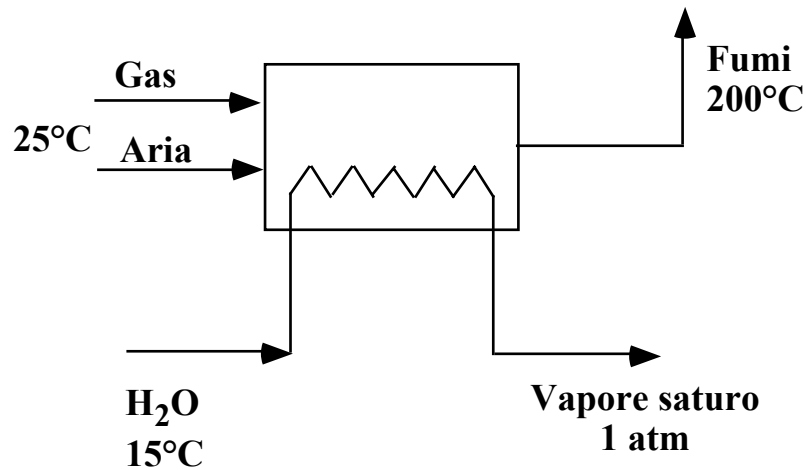

FIG. 3
10. Lo schema di Fig. 3 rappresenta una caldaia a vapore in cui il combustibile è il cosiddetto gas d'acqua, cioè una miscela equimolare di CO e H2. La portata QG di gas combustibile e la portata QO2 di ossigeno in ingresso al forno sono assegnate sulla base del vostro numero di matricola. Precisamente QO2 in Nm3/h è pari al vostro numero di matricola (Esempio: se la matricola è 46/253 QO2 = 253 Nm3/h), mentre QG è pari al vostro numero di matricola arrotondato per difetto e con una sola cifra significativa (Nello stesso esempio QG = 200 Nm3/h).